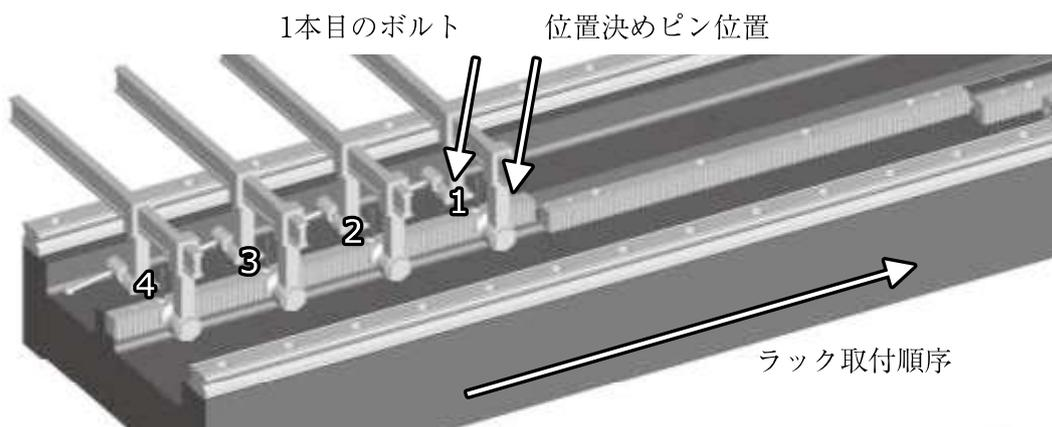

図 27
16.9 強度 12.9 の六角穴付皿ボルトを入れ、図 27 の通り一番目の位置決めピン付近の固定ボルトから順番に表 4 に示す締付トルク値で締めてください。